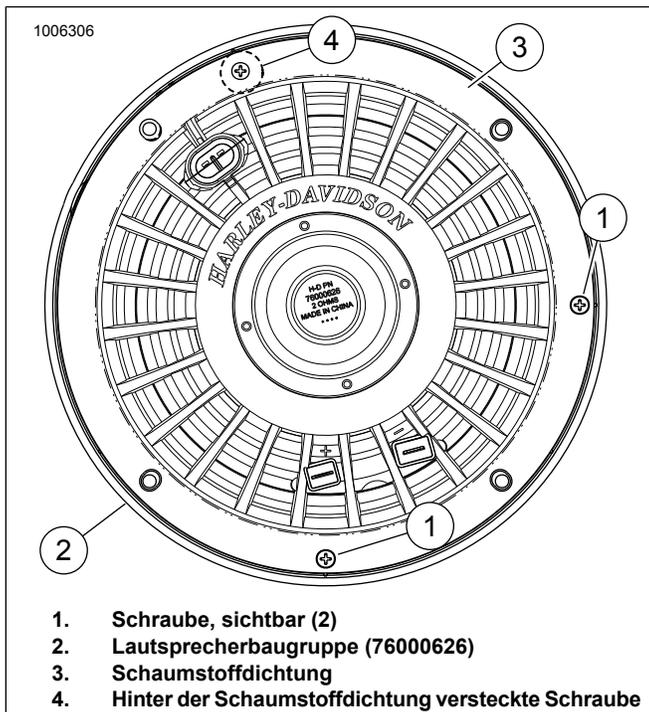
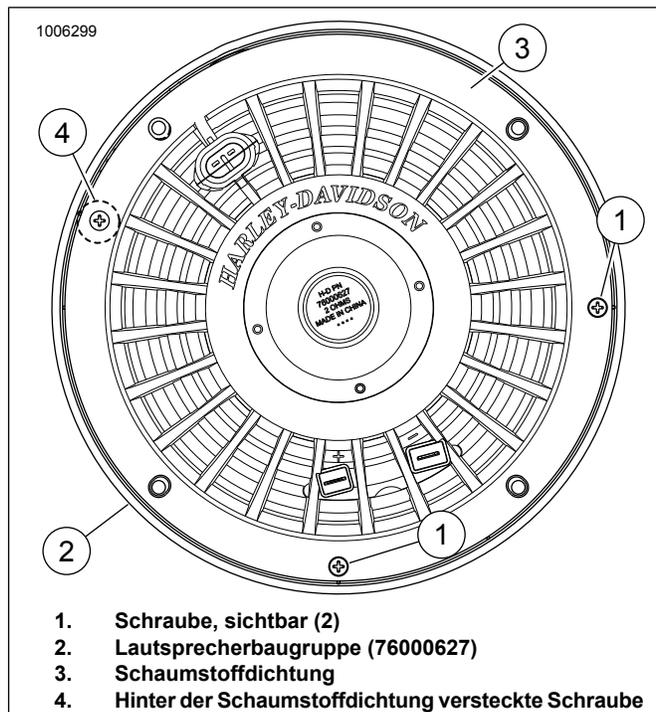

Abbildung 17. Linke Stage II-Lautsprecherbaugruppe
Abbildung 18. Rechte Stage II-Lautsprecherbaugruppe
Siehe Abbildung 17. und Abbildung 18. Die unter dem Schaumstoff versteckte Schraube (4) finden. Vorsichtig mit einem Universalmesser über der Schraube ein kleines „X“ in den Schaumstoff schneiden.